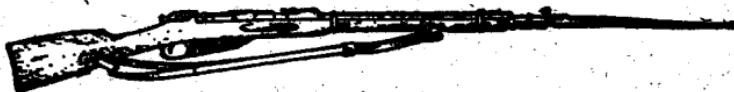

图1 步枪的全图
7.62mm 步枪是战斗武器，因此用这种武器作运动射击时，必须保持枪的原状，在外形和重量上不得作任何修改（图1）。